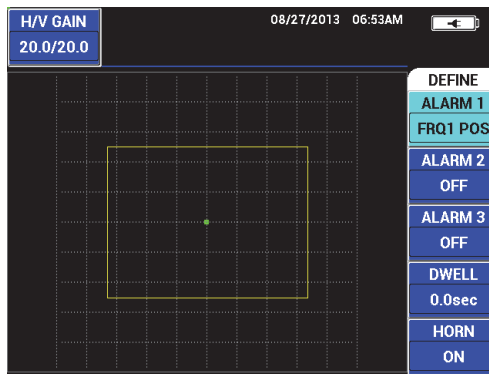

Abbildung 5-242 Polarität des Alarms
1. Drücken Sie die Funktionstaste A und wählen Sie mit dem Drehknopf die Polarität des Alarms aus. Ist die Polarität ausgewählt, wird ein Feld auf dem Bildschirm angezeigt (siehe Abbildung 5-242 auf Seite 319).